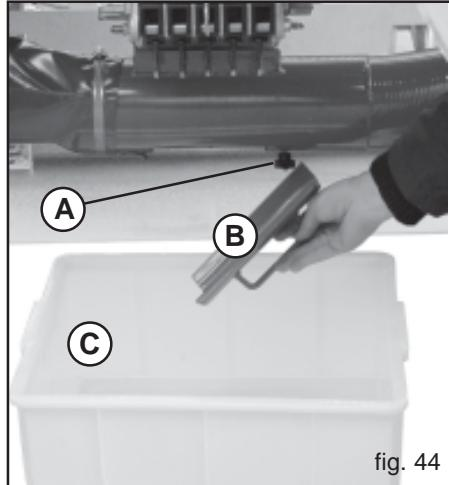
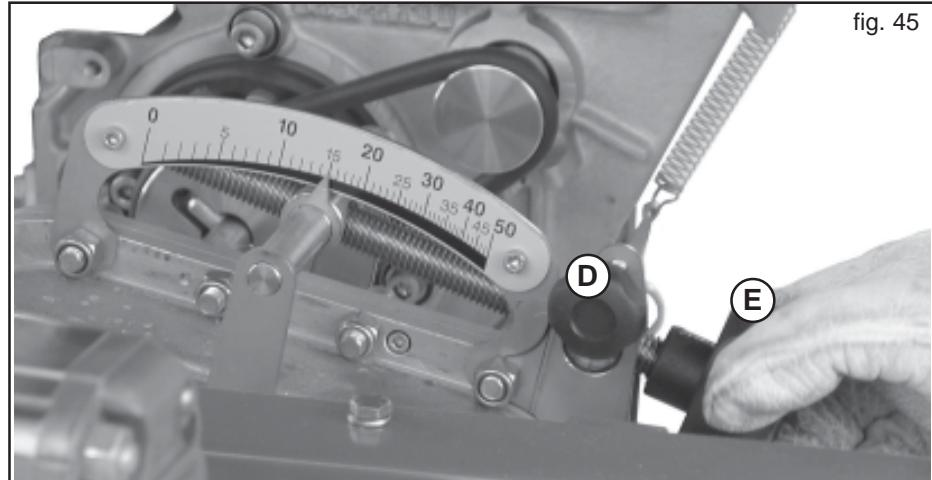

fig. 44
fig. 45
- 2) Slabiti maneta (A, Fig. 44) si indepartati robinetul (B).
- 3) Asezati recipientul de adunare sub orificiul de golire (C).
- 4) Slabiti surubul de fixare de pe reglajul schimbatorului (D, Fig. 45), si deci aduceti scara gradata in pozitia dorita (in functie de cantitatea de produs care trebuie distribuit), actionand maneta de reglare (E, Fig. 45).
- 8) Dupa ce ati efectuat cu succes proba de dozare, fixati din nou surubul de fixare de pe reglajul schimbatorului (D, Fig. 45).